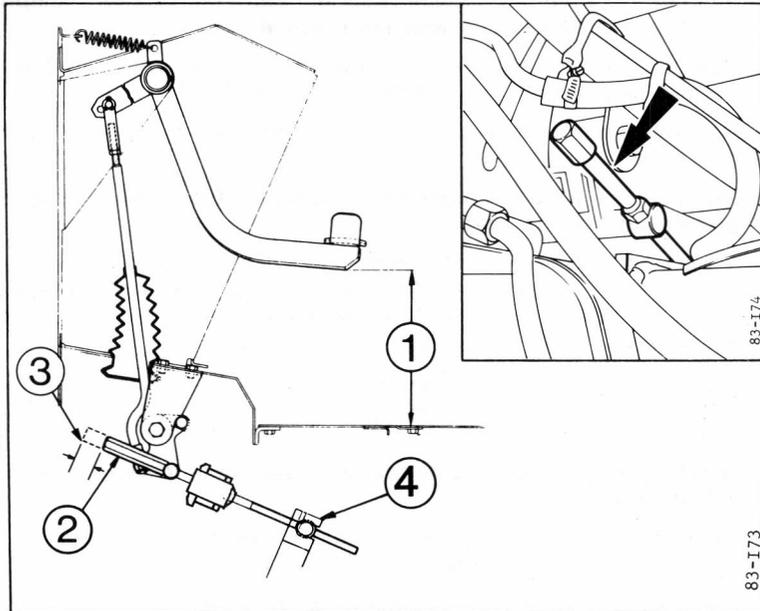

Fig. 23
- 1 – Vérifier la hauteur entre le dessous du bras de pédale et le plancher de la cabine (après avoir retiré le tapis). Elle doit être (1 fig. 23) :
- 2 – Si cette hauteur est correcte, pousser la tringle de réglage à extrémité hexagonale (2 fig. 23 et encart) vers l'arrière, puis mesurer le déplacement, celui-ci doit être de 5 à 8 mm à l'extrémité de la tringle (3). Tourner la tringle de réglage à droite ou à gauche pour régler le jeu dans les limites prescrites.